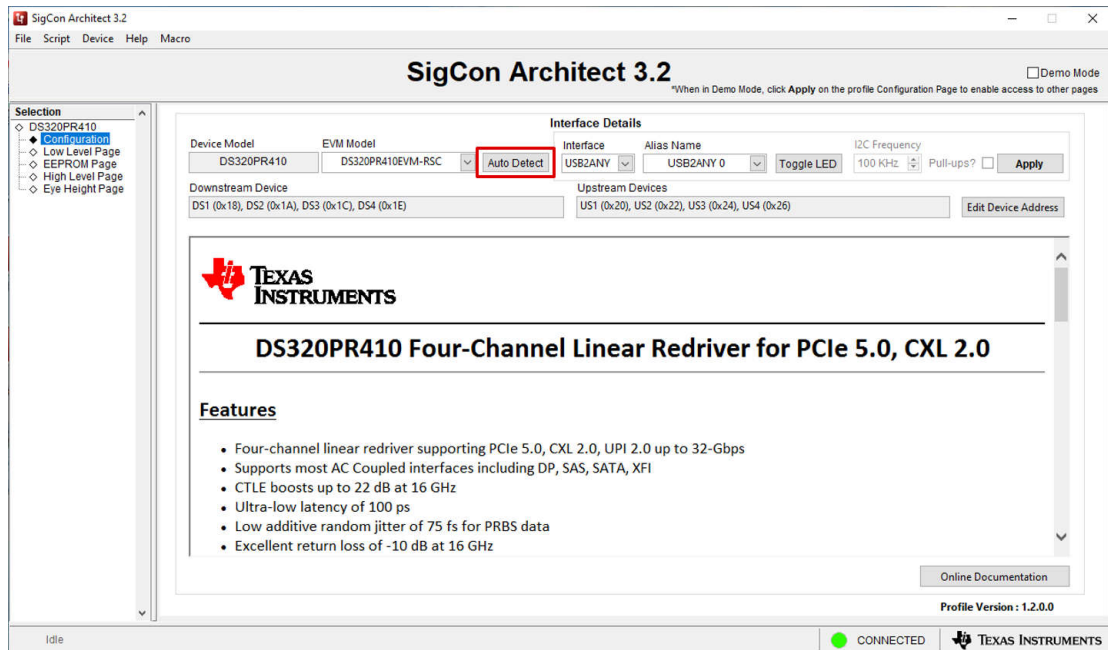

图 2-2. SMBus 地址自动检测
3. 点击 *Auto Detect* 按钮可检测连接的器件的 SMBus/I²C 地址，如图 2-2 所示。根据需要，选择 *Edit Device Address* 按钮以手动编辑分配的下游和上游器件地址。